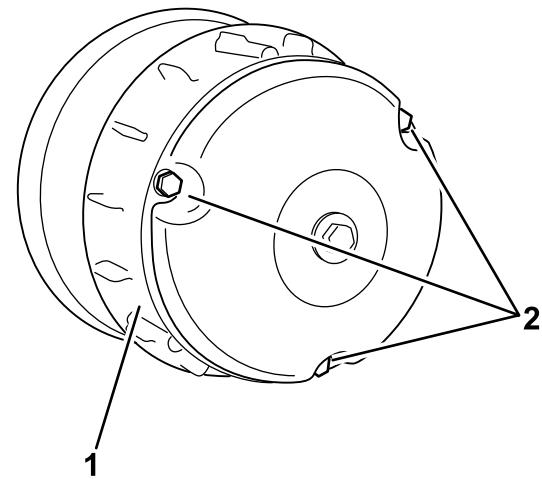

Bild 63
4. Setzen Sie die Kupplungsabdeckung auf und befestigen Sie sie mit den drei in Schritt 2 entfernten Schrauben (Bild 63).
2. Entfernen Sie die drei Schrauben, mit denen die Abdeckung an der Kupplung befestigt ist, und nehmen Sie die Abdeckung ab (Bild 63).